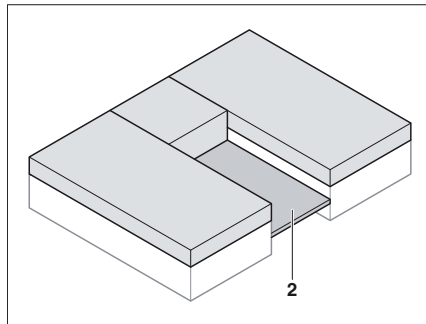

Fig. 78 Déployer le sommier à lattes
- Déployer le sommier à lattes (Fig. 78,2) entre les lits simples.